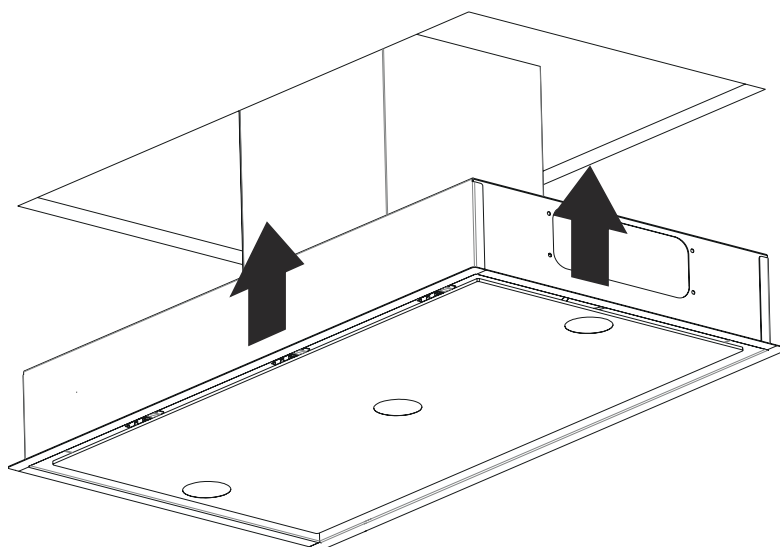

Fig. 15
4. ➤ Produkten skjuts upp i hålet (Fig. 15).